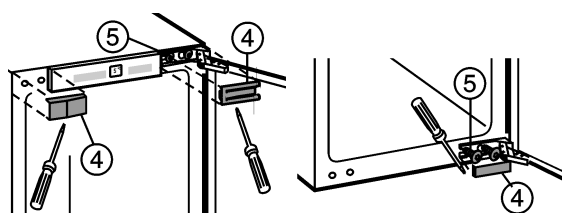

Fig. 9
- Desmonte las piezas de cubierta Fig. 9 (4)
- Sólo suelte los tornillos de fijación Fig. 9 (5).
- Cambie al lado opuesto los tornillos de fijación Fig. 9 (5) en la parte superior e inferior.
- Enganche la puerta del aparato en los tornillos de fijación Fig. 9 (5) premontados.
- Apriete los tornillos de fijación Fig. 9 (5) **con 3 libras-pie (4 Nm).**
- Vuelva a montar las piezas de cubierta Fig. 9 (4).